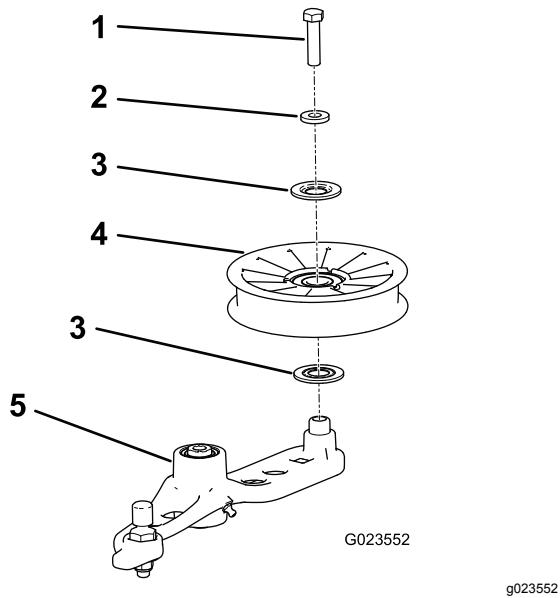

Figure 58
6. Retirez le boulon qui fixe l'ancienne poulie de tension au bras tendeur, et posez une poulie neuve (**Figure 58**).